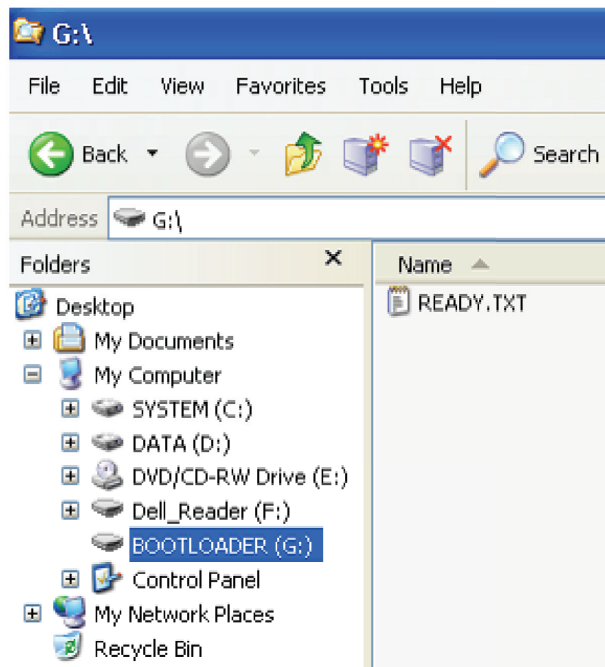

图 4. 枚举后的引导加载程序驱动器
4. 图 4 显示了 Windows XP 中的引导加载程序驱动器。注意，该驱动器的卷名为 BOOTLOADER，状态文件为 READY.TXT。引导加载程序现已准备好接收固件映像文件。